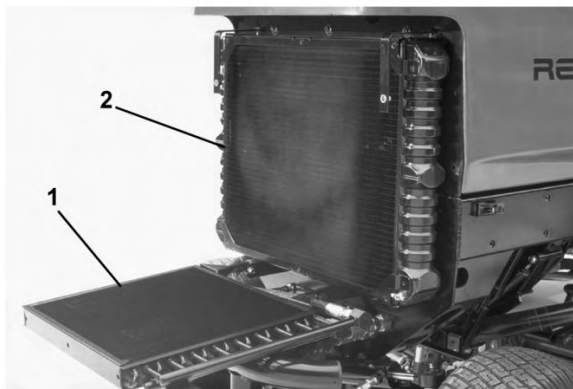

Figure 75
3. Dévissez les boutons et rabattez le refroidisseur d'huile en arrière (Figure 75). Nettoyez soigneusement les deux côtés du refroidisseur et la surface autour du radiateur à l'air comprimé. N'utilisez pas d'eau. Ouvrez le capot et soufflez les débris vers l'arrière de la machine. Redressez le refroidisseur d'huile à sa position d'origine et resserrez les boutons.